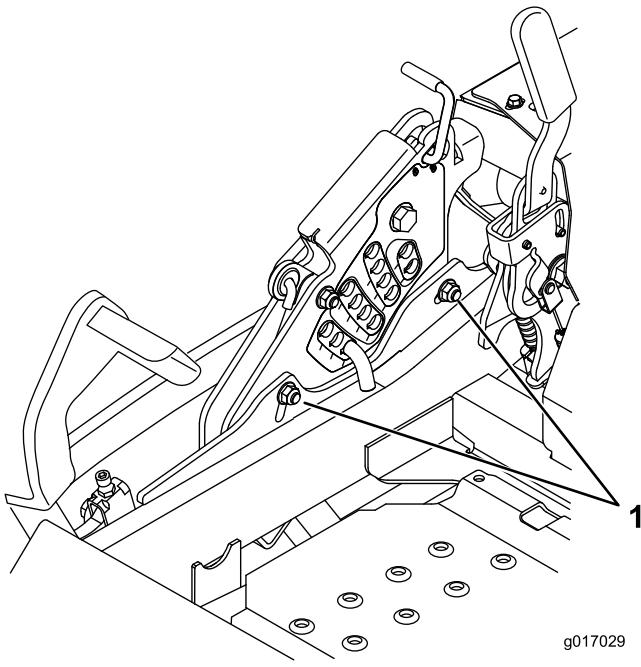

Figura 92
- 12. Para ajustar el sistema de ajuste de un solo punto, afloje los dos pernos situados cerca del borde inferior de la pletina de altura de corte. Consulte Figura 92.
14. Apriete los dos pernos situados cerca del borde inferior de la pletina de altura de corte (Figura 92). Apriete a 37–45Nm (27–33pies-libra).